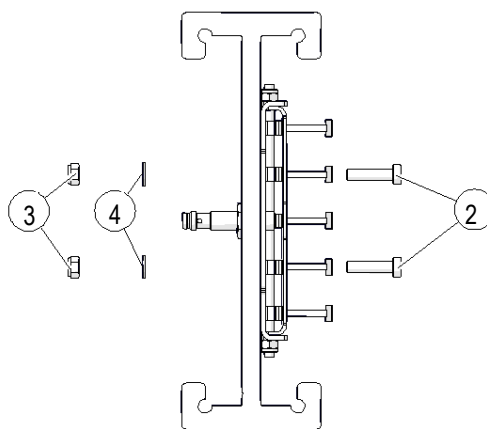

Abb. 8: Schleifkontakt-Sensoreinheit montieren
- Die Schleifkontakt-Sensoreinheit am EHB-Profil mithilfe Zylinderschraube DIN7984 – M5x20 (Pos. 2), Scheibe DIN 125 (Pos. 4) und Sicherungsmutter DIN985 (Pos. 3) verschrauben (siehe Abb. 8).